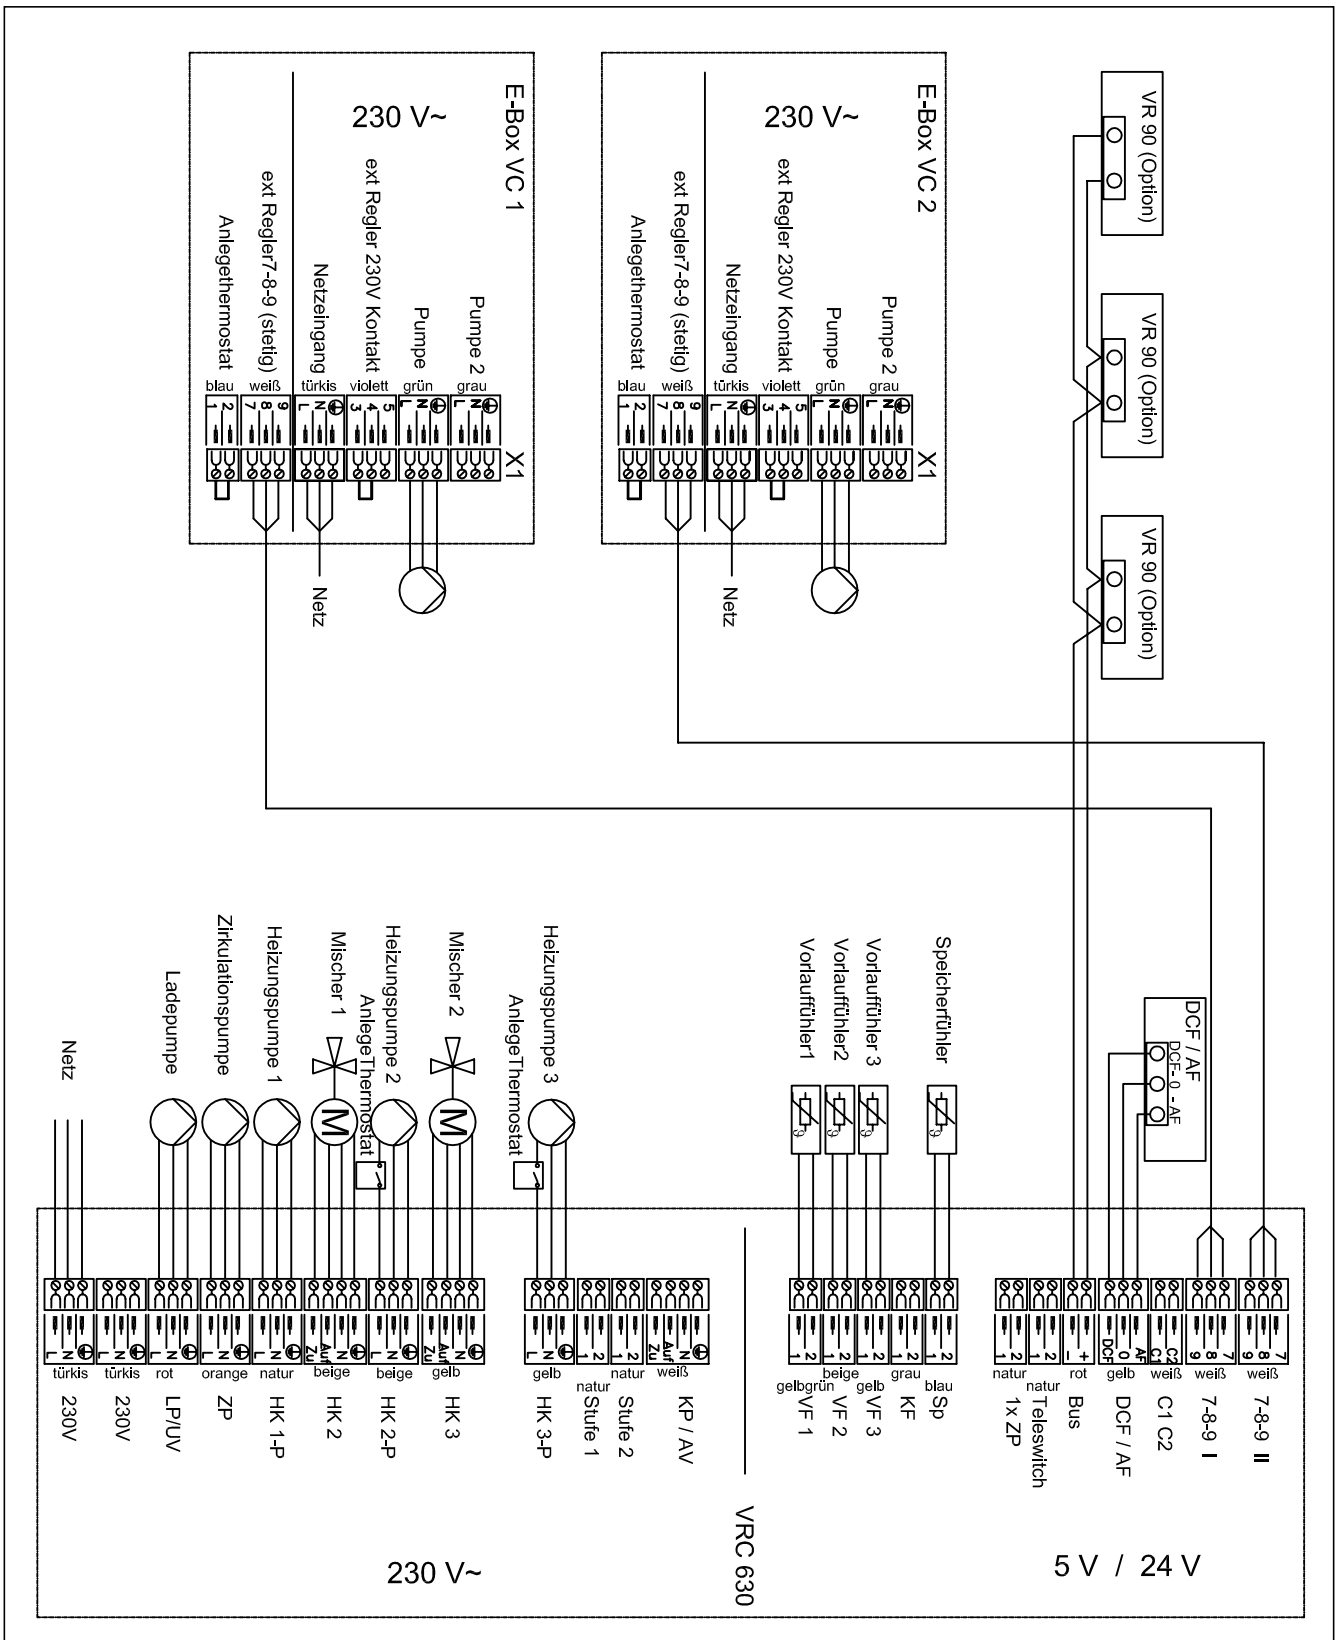

Abb. 4.7 Anschlussverdrahtung VRC 630, 2...VC, 3 HK, VIH
- Verdrahten Sie den DCF-Empfänger entsprechend der Abb. 4.7.